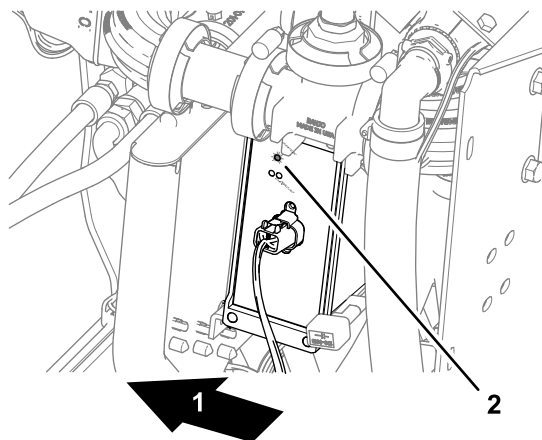

Bild 234
- Automatische Abschnittsteuerung: die STATUS anzeige leuchtet (Bild 234)